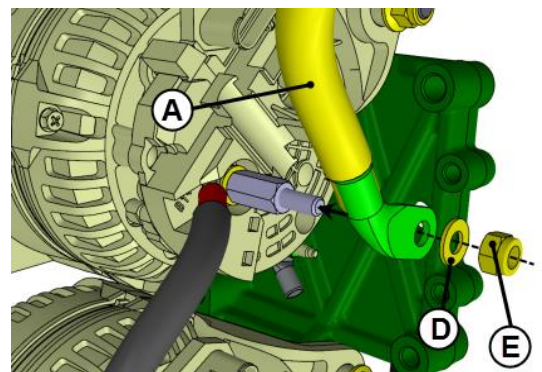

FIGURE 19
24. Réinstaller le câble de puissance (+) **A**. Pour ce faire, connectez le câble de puissance **A** à la borne **B1+** de l'alternateur supérieur. Se référer à la FIGURE 19.